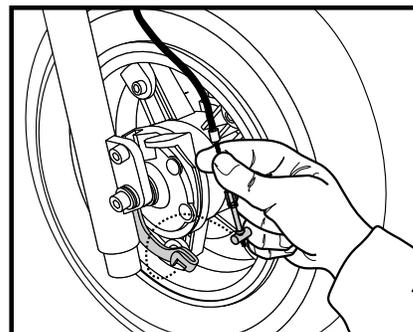

Figure 22. Câble de frein
2. Détachez le câble de frein. Voir la figure 22.
11. Fixez le câble à frein. Voir la figure 22.